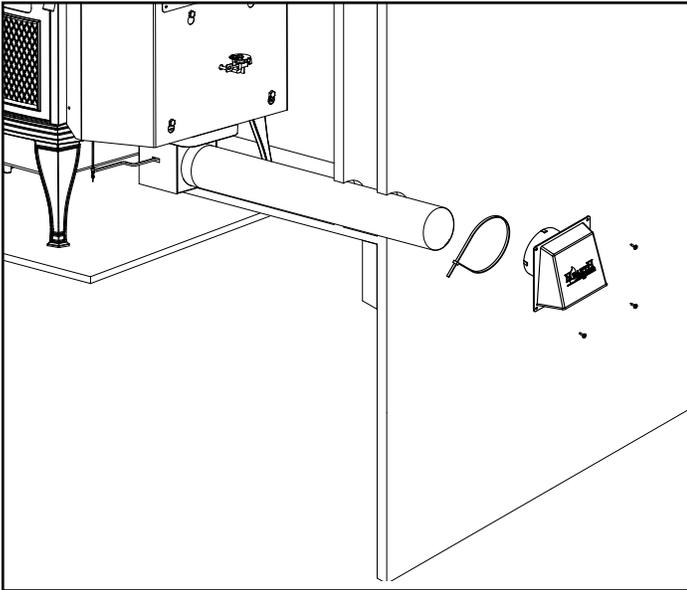

Figure 5.13 - Installation arrière
2. Utilisez un tournevis à tête cruciforme # 2 pour fixer l'adaptateur flexible au poêle au moyen de 4 vis. Figures 5.13 et 5.14.